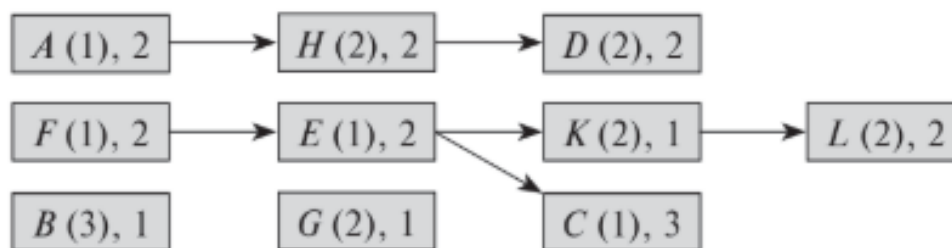

Рисунок 4. – к задаче 1
**Задача 1.** Постройте допустимое расписание для проекта с одним типом ограниченного возобновляемого ресурса, которого доступно 4 единицы в каждом периоде выполнения проекта (рис. 4), используя прямую параллельную схему с правилом приоритета: а) LST; б) SLK; в) MTS.